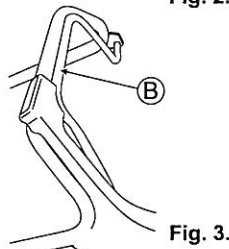

Fig. 3.
4 Poussez le Levier d'embrayage (B) vers l'avant pour commencer à tondre. (Voir Fig. 3.)